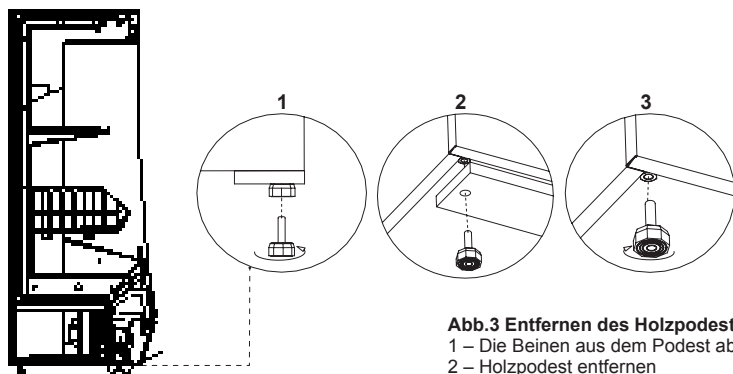

Abb.3 Entfernen des Holzpodestes
- Die Anlage auspacken und das Holzpodest, das an der Grundlage angebracht ist Abb.3 (S.26) entfernen.